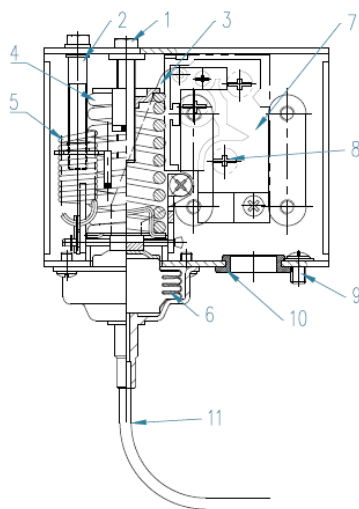

Рис. 3.1. Устройство реле температуры
Ослабьте винты 1 и снимите лицевую крышку. Заведите провод через кабельный ввод 10. (Рис.3. 1); подключите контакты к соответствующим клеммам 7. Подключите провод заземления к соответствующей клемме (Рис.3.1).
- поверните с помощью крестовой отвертки винт настроечного шпинделя 1 (рис.3.1)